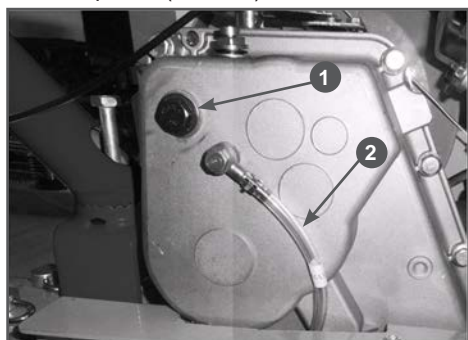

Рис. 23 Заправка масла в коробку передач
3. Открутите пробку 1 маслосазаливного отверстия (Рис. 23).
7. Контролируйте уровень масла в коробке передач с помощью специальной трубки 2 (Рис. 23). Уровень масла в коробке передач должен быть по верхнюю метку «MAX» на трубке. Долейте масло до требуемого уровня.